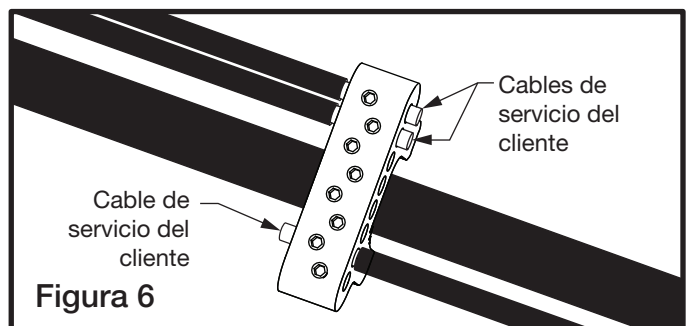

Figura 6
- 6) Para los cables adicionales de servicio del cliente, repita los pasos 3 - 5 (vea la Figura 6).
NOTA: Los cables de servicio del cliente pueden entrar desde cualquier lado del conector (vea la Figura 6).